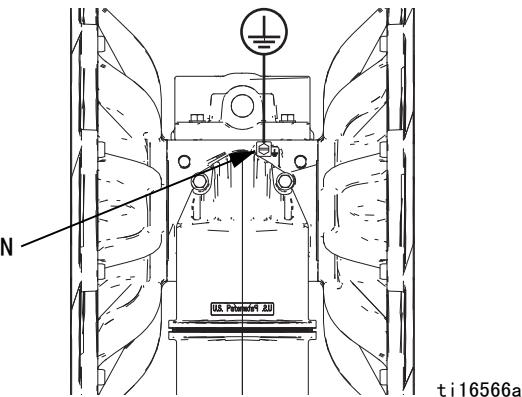

图 3. 接地螺丝和导线
N 接地螺丝（仅铝质和不锈钢，请参见图 3（第 10 页））
泵：见图 3。拧松接地螺丝 (N)。将一条最小为 12 号的接地导线的一端插入接地螺丝的后面并牢固地拧紧螺丝。将接地导线夹紧的一端连接到真正的接地端。Graco 公司可提供接地导线和线夹，零配件号为 238909。